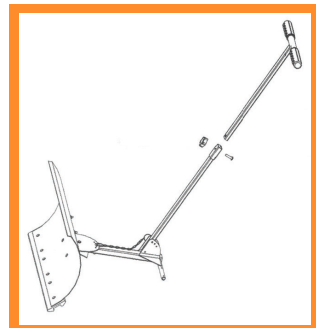

Bild . 3
4. Um den oberen Teil des Griffs (Teil F) zu befestigen, stecken Sie diesen in die Oberseite des unteren Griffs (Teil G). Zur Befestigung verwenden Sie den gewölbten Bolzen und befestigen Sie die schwarze Kunststoffschraube auf der anderen Seite. Wiederholen Sie dies für das andere vorgebohrte Loch (Bild 3).